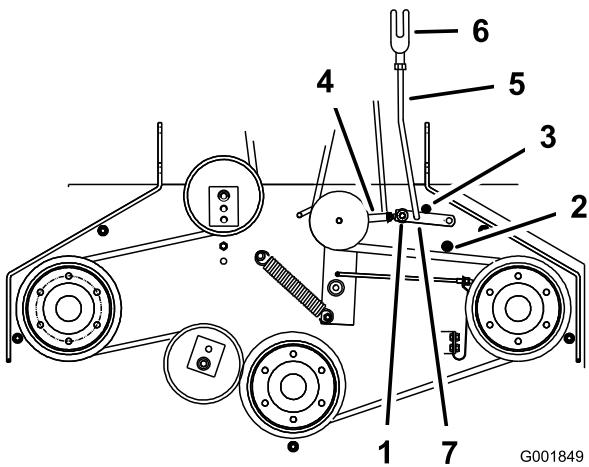

Figure 52
5. Vérifiez que le bras d'assistance est en appui contre la butée arrière sur le plateau (Figure 52).
7. Le bras d'assistance doit toucher la butée avant sur le plancher. Dans le cas contraire, réglez le levier coudé pour le rapprocher du renfort (Figure 52).
8. Pour ajuster la biellette du bras d'assistance, enlevez la goupille fendue du bras d'assistance (Figure 52).
11. Installez la biellette dans le bras d'assistance et fixez-la avec la goupille fendue (Figure 52).